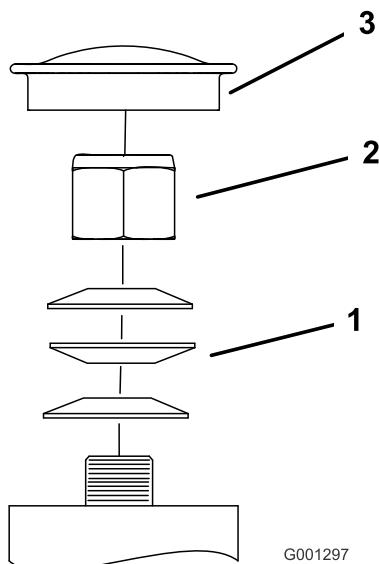

Figure 57
- Retirez le capuchon antipoussière de la roue pivotante et serrez le contre-écrou (Figure 57).
- Continuez de serrer le contre-écrou jusqu'à ce que les rondelles élastiques soient aplatis, puis desserrez-le de 1/4 de tour pour obtenir la précharge correcte des roulements (Figure 57).
Important: Veillez à placer les rondelles comme illustré (Figure 57).
- Remettez le capuchon antipoussière en place (Figure 57).